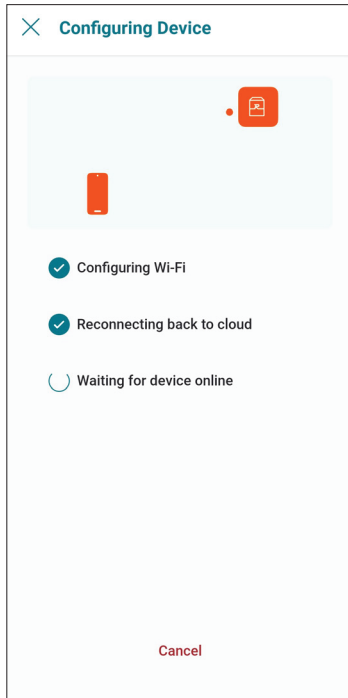

Figure 119. Configuration de l'appareil
9. L'appli Raymote transmet les identifiants réseau Wi-Fi à votre appareil. Cela pourrait nécessiter quelques secondes, voir **Figure 119**.